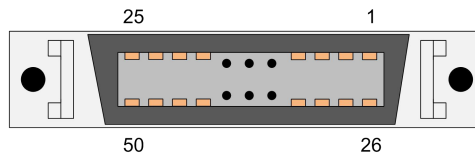

图 3 50Pin MDR 热电偶输入接口示意图
- ◆ 热电偶请选用合格的品牌，并按图 3 和表 2.1:2 的定义成对接入；